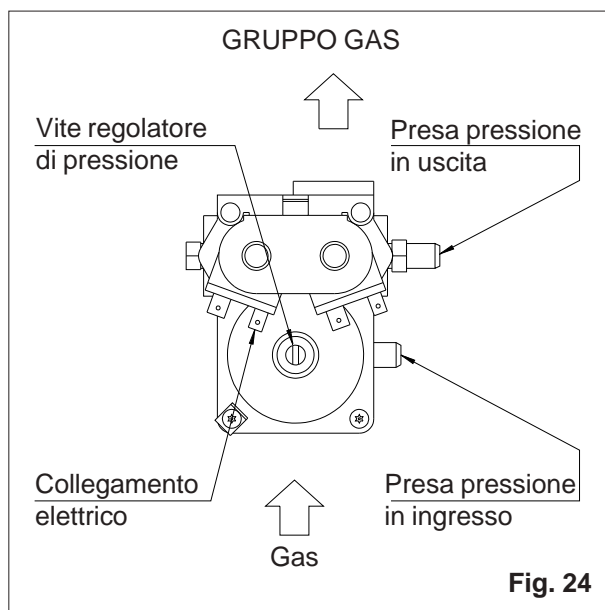

Fig. 24
Inserire il tubetto di un manometro a colonna d'acqua nella presa di pressione in uscita sul gruppo gas (fig. 24) dopo aver svitato di alcuni giri la vite di chiusura. Mettere in funzione il radiatore e verificare che la pressione al bruciatore corrisponda a quella indicata nella tabella dei dati tecnici.
Se la pressione del gas al bruciatore non dovesse corrispondere al valore indicato, agire sull'apposita vite del regolatore di pressione (fig. 24), dopo aver tolto il tappo di protezione, per ottenere il valore stabilito. Ruotando in senso antiorario la pressione diminuisce e viceversa aumenta ruotando in senso orario (questa operazione è consentita solo nel caso di utilizzo di gas metano G20).
- f) inserire il tubetto di un manometro a colonna d'acqua nella presa di pressione a monte sul gruppo gas (fig. 24), dopo aver svitato di alcuni giri la vite di chiusura
- g) inserire il tubetto di un manometro a colonna d'acqua nella presa di pressione in uscita sul gruppo gas (fig. 24), dopo aver svitato di alcuni giri la vite di chiusura. Verificare che la pressione di alimentazione corrisponda a quella indicata nella tabella dei dati tecnici. Se la pressione del gas al bruciatore non dovesse corrispondere al valore indicato, agire sulla vite del regolatore di pressione (fig. 24) per ottenere il valore stabilito. Ruotando in senso antiorario la pressione diminuisce e viceversa aumenta ruotando in senso orario